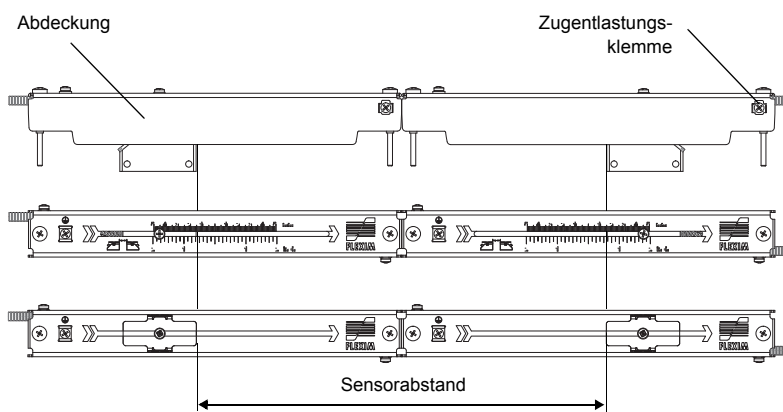

Abb. 9.28: Einstellung des Sensorabstands
- Stellen Sie den Sensorabstand ein, der am Messumformer angezeigt wird (siehe Abschnitt 11.6 und Abb. 9.28).
- Fixieren Sie die Kabel der Sensoren an der Zugentlastungsklemme, um sie vor mechanischer Belastung zu schützen (siehe Abb. 9.28).